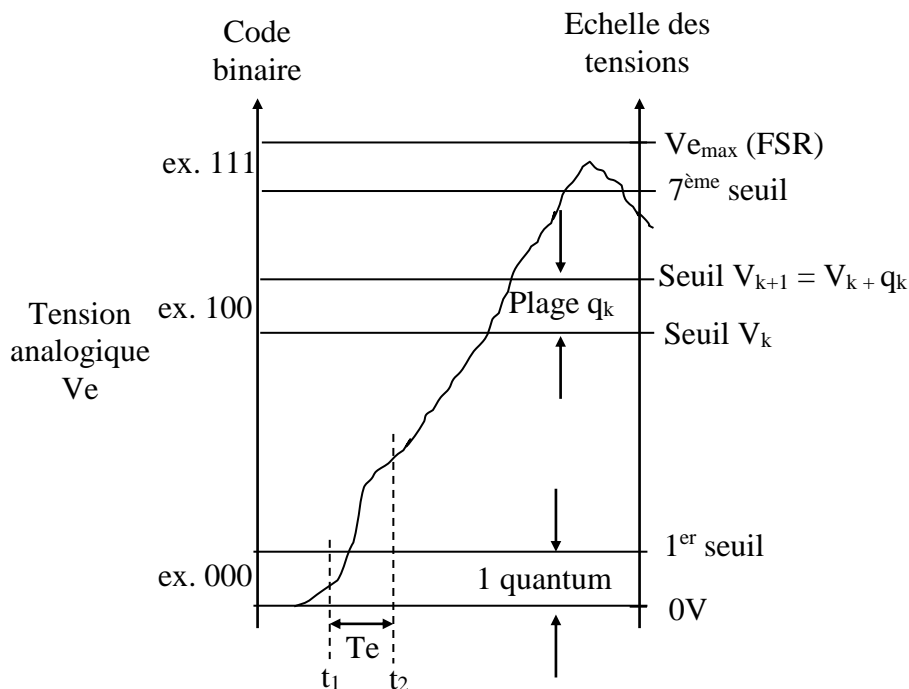

Figure 13 : Illustration du problème lié à la correspondance tension -> code ($N_0 = 3$ bits)
- **Erreur de quantification :** Toutes les tensions tombant dans une même plage se voient attribuer le même code (Cf figure 13). Disposant seulement du code, on est alors incapable de retrouver la valeur exacte de la tension correspondant à ce dernier. Si la fréquence d'échantillonnage est très grande (théoriquement infinie), on attribue généralement au code une valeur égale au milieu de la plage q_k . L'erreur dite de quantification, commise dans le pire cas, est alors de $\pm q/2$.